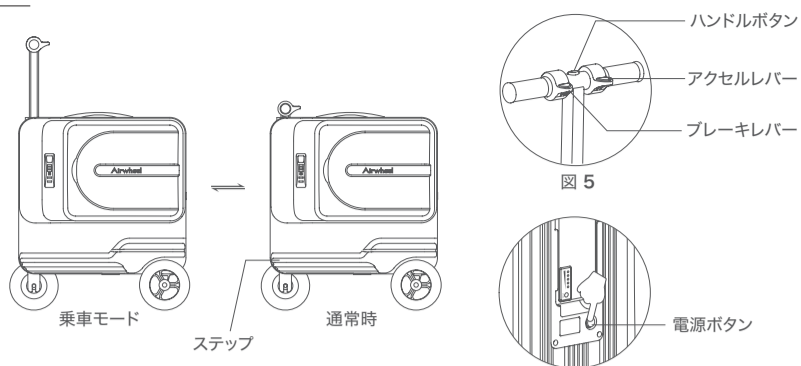

図 5
1. ハンドルボタンを押しながらハンドルを引き上げます(図 5 を参照)。
3. アクセルレバーをゆっくり押し込むと前進し、ブレーキレバーを押し込むとブレーキがかかります。アクセルレバーとブレーキレバーを同時にゆっくり押し込むと後方に進みます。(図 5 を参照)